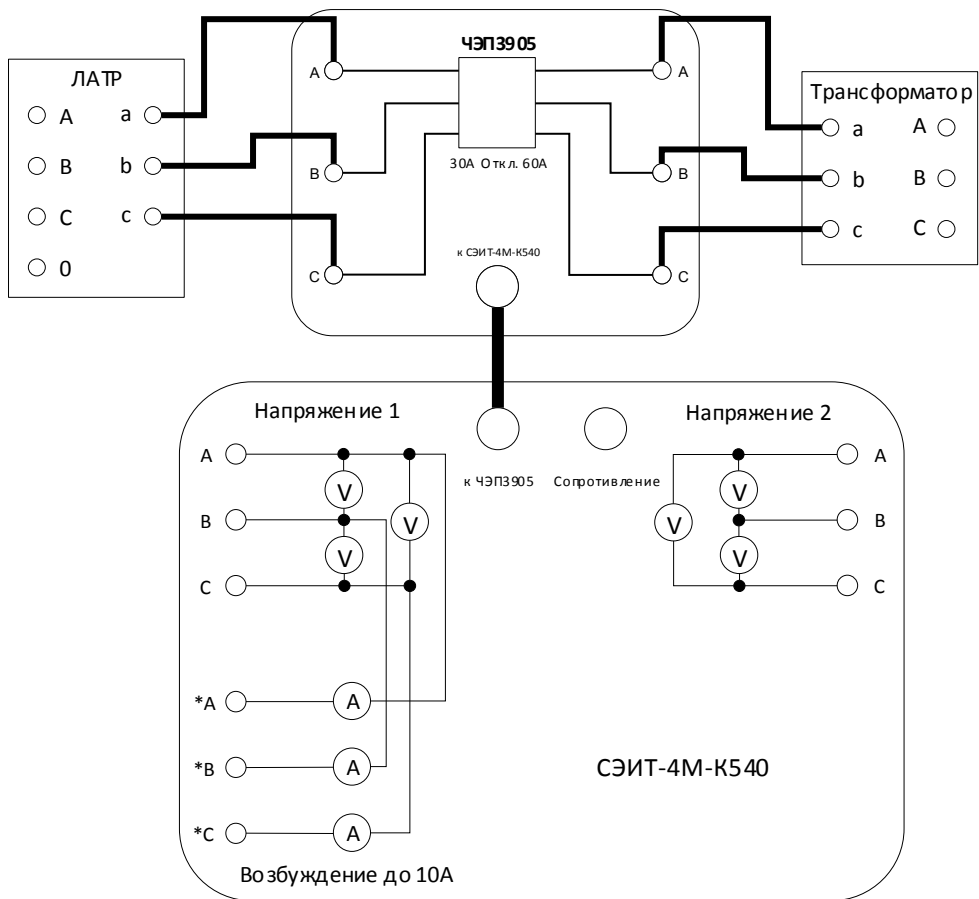

Рис. 11. Схема соединений для опыта холостого хода при номинальном напряжении с использованием БТТ
5.3.1.2. При использовании БТТ собирается схема, представленная на рис. 11.